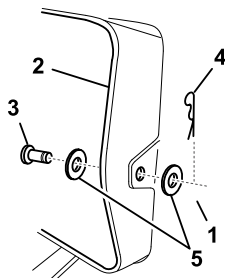

Figura 18
6. Sollevate il cesto di raccolta e rimuovete la coppiglia, le 2 rondelle e il perno con testa che fissano il tubo di scarico alla piastra posteriore (Figura 18).
15. Sollevate il cesto di raccolta dell'erba e montate il perno con testa, le 2 rondelle e la coppiglia per fissare il tubo di scarico alla piastra (Figura 18).
6. Sollevate il cesto di raccolta dell'erba e rimuovete la coppiglia e il perno con testa che fissano il tubo di scarico alla piastra posteriore (Figura 18).
12. Sollevate il cesto di raccolta dell'erba e montate il perno con testa e la coppiglia per fissare il tubo di scarico alla piastra posteriore (Figura 18).